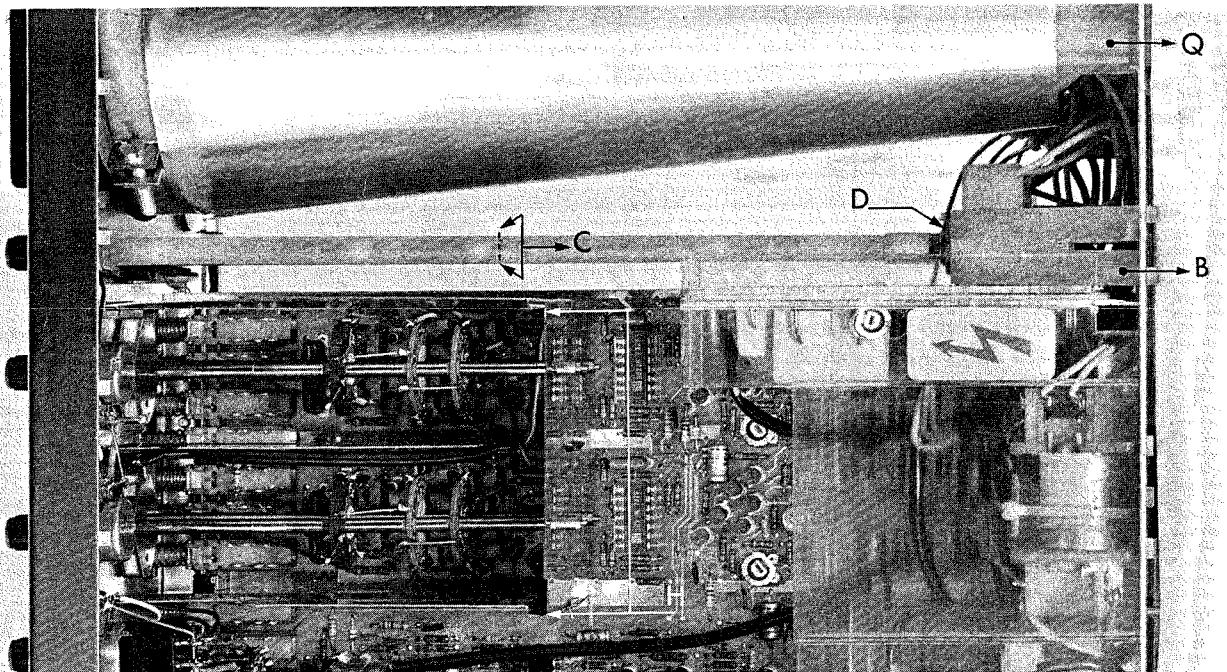

Abb. 2.6. Ausbau
- Plastikklemme B (Abb. 2.6.) durch die Öffnungen an der Rückwand herauschieben.
- gleichzeitig Achse C (Abb. 2.6.) drehen und ziehen bis das viereckige Achsenende genau in die Öffnung passt und sich herausnehmen lässt.
- Sechskantmutter D (Abb. 2.6.) lösen, um Potentiometer zu entfernen.
- die seitlichen Abschirmplatten des Abschwächers aushaken dazu die rückwärtige Abschirmplatte (H) am oberen Rand nach vorn drücken (siehe Abb. 2.6.).
- die beiden Nylonklemmen Q (siehe Abb. 2.6.) am Ende der Röhre nach innen pressen und unter Rücksichtnahme auf die Mumetallabschirmung die Elektronenstrahlröhre so weit durch die Frontplatte herauschieben, dass die Röhrenfassung gelöst werden kann (Nylonklemme zur Unterstützung zurück-schieben).